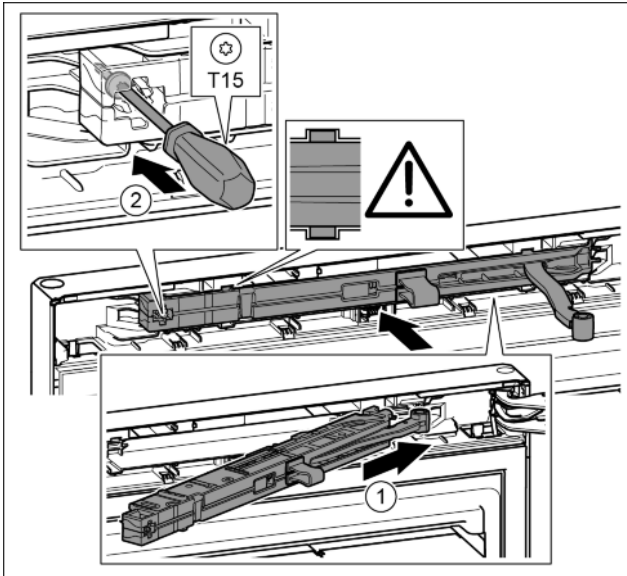

Fig. 48
- ▶ Вкарайте блока на затварящия демпфер от страната на лагерната стойка докрай под ъгъл в отвора. Fig. 48 (1)
- ▶ С отвертка T15 затегнете винта. Fig. 48 (2)